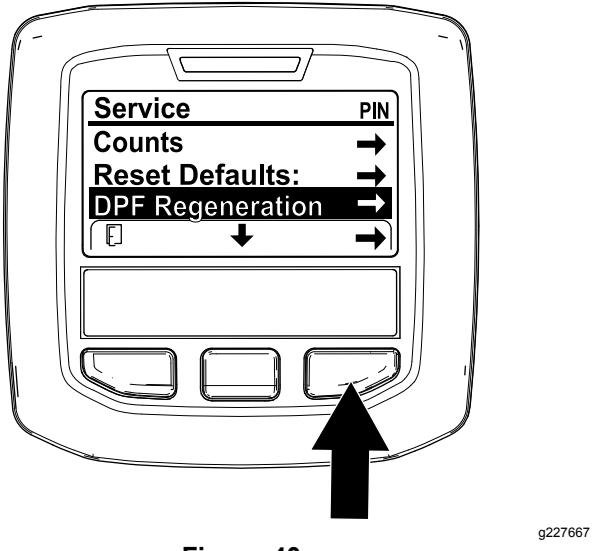

Figure 40
1. Dans le menu Entretien, utilisez le bouton central pour naviguer jusqu'à l'option DPF REGENERATION (régénération du FAP) (Figure 40).
2. Appuyez sur le bouton droit pour sélectionner l'option DPF Regeneration (Figure 40).